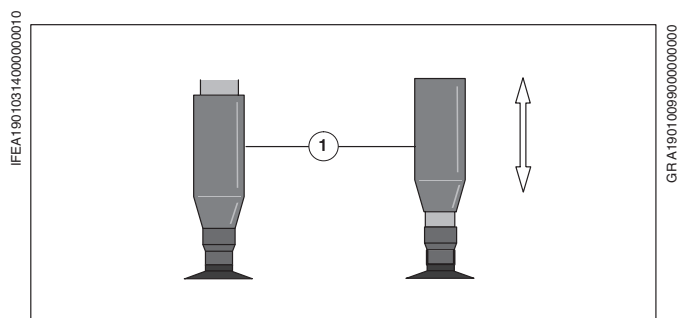

Рис. 19 Выключение присосов
- ❶ **Выключение:** патрон (Рис. 19/❶) в верхней части присосов передвинуть вверх.
- ❷ **Включение:** патрон передвинуть вниз.